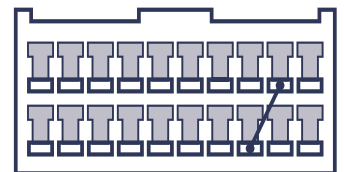

Рис. 15. Разъём иммобилайзера
- если иммобилайзер не установлен, то нет перемычки между контактами 9 и 18 (см. Рис. 15) в его разъёме, находящимся в консоли, недалеко от контроллера ЭСУД;